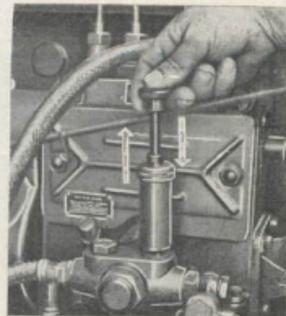

Fig. 34
- 2.º Bombee el gasoil necesario (fig. 34).